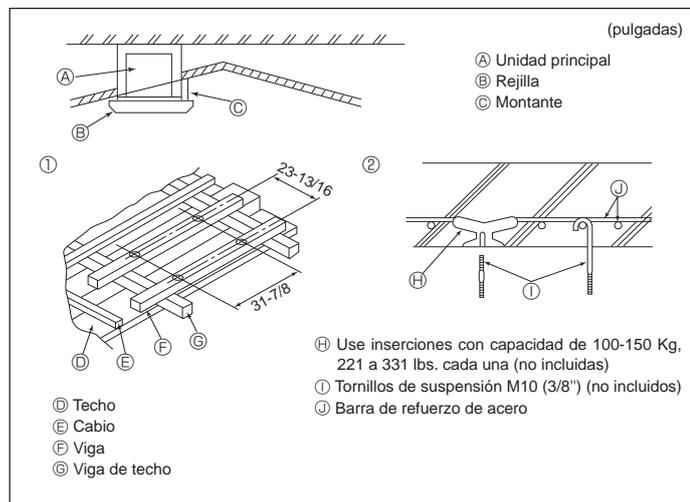

Fig. 2-4
- (A) Tubo de drenaje
- (B) Techo
- (C) Rejilla
- (D) Tubo de refrigerante (líquido)
- (E) Tubo de refrigerante (gas)
- (F) Unidad principal
2.4. Estructura de suspensión (Refuerzo de la estructura de suspensión) (Fig. 2-4)